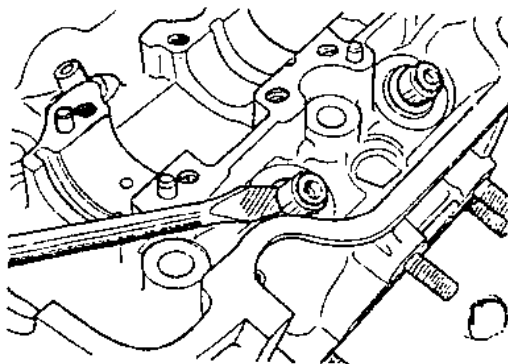

图 1-7
8. 拆除气门杆油封帽时，可用螺丝刀撬脱，如图 1-7 所示。